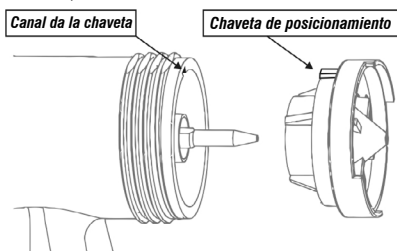

Fig. 8 – Montaje de la tapa de aire
- Para montar nuevamente la tapa de aire se debe encajar la chaveta de posicionamiento en su encaje, de acuerdo a la Fig. 8. Monte los demás componentes;